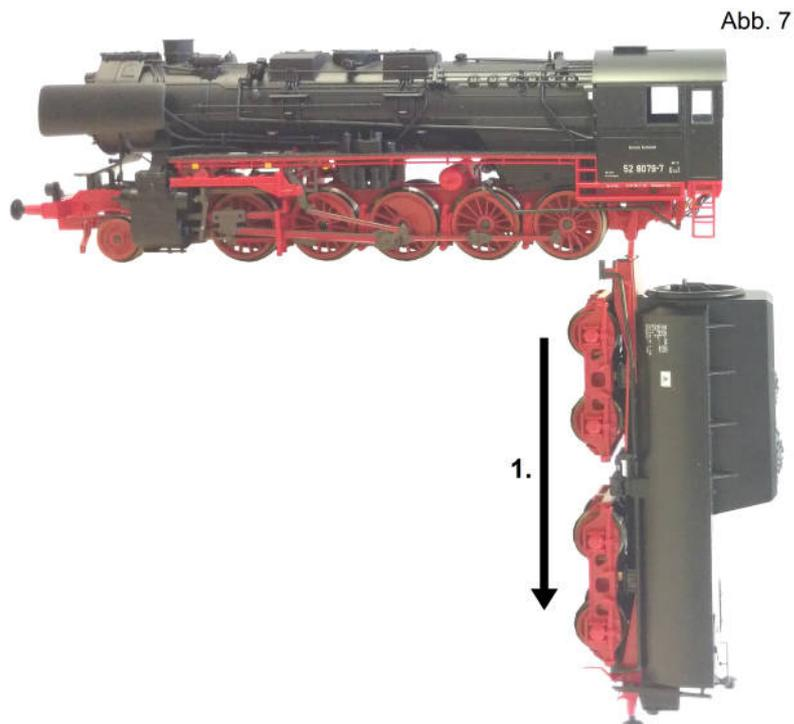

Abb. 7
1. Kinematik von Lok und Tender trennen (siehe Abb. 7)
Kinematik von Lok und Tender trennen (Abb. 7)